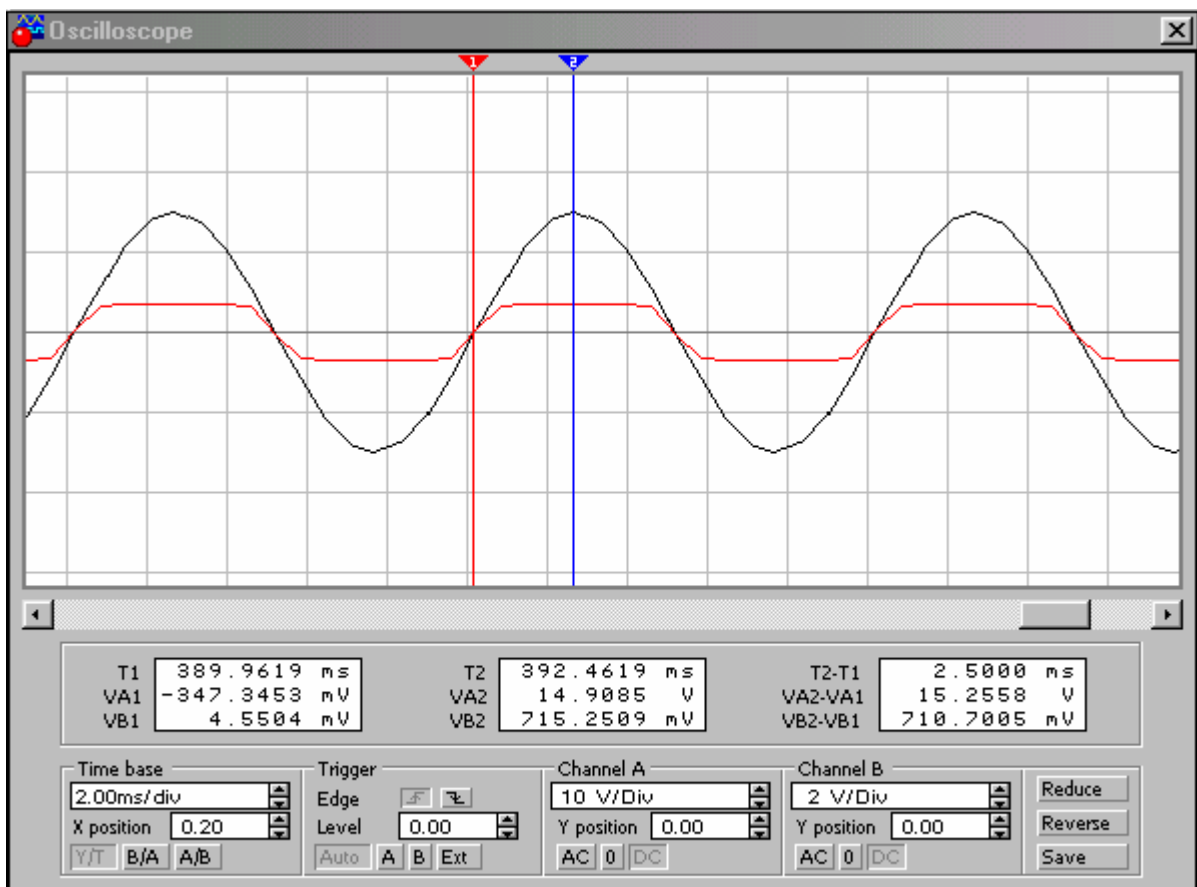

Рисунок 3.6
- 3 розгорнути зображення на весь екран горизонтальною прокруткою (рис. 3.6);
Амплітуди $U_{m\text{ вх}}$ та $U_{m\text{ вих}}$ вимірюються на збільшеному екрані осцилографа встановленням маркерів 1 і 2 відповідно на нульове і амплітудне значення осцилограм (рис. 3.6).